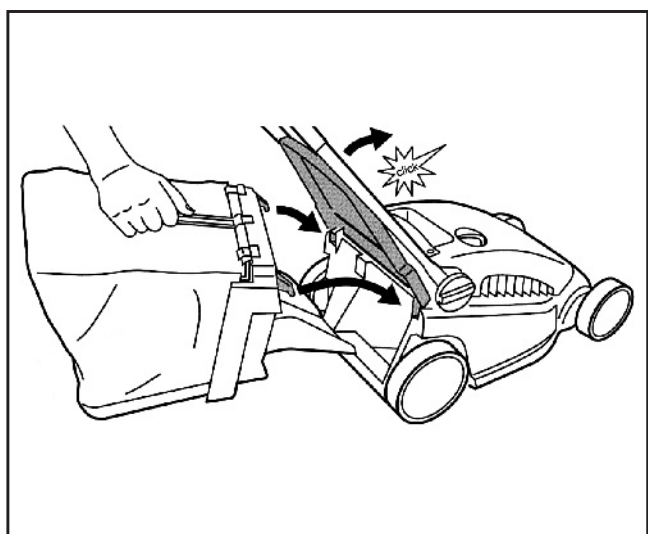

Fig. 16
- Accrochez le sac de ramassage au châssis en veillant à bien positionner les crochets dans les encoches (Fig. 16).
- Fije el recogedor al chasis poniendo atención de colocar los ganchos en los huecos. (fig. 16).
- Encaixe o cesto de recolha no chassis verificando que os ganchos ficam bem encaixados nos respectivos alojamentos (fig.16).
o con un trapo después de cada sesión de corte. (fig. 16).
escova ou um pano após cada corte (fig.16).